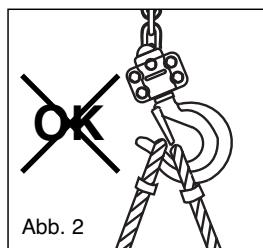

Abb. 2
korrekt am Gerätehaken (Pos. 5, Abb. 1) angeschlagen und die Sicherungsklappe des Gerätehakens (Pos. 6, Abb. 1) geschlossen ist (siehe Abb. 2 und 3).
1. Das Anschlagmittel für die Last muß im Hakengrund liegen und darf das Schließen der Sicherheitsklappe nicht behindern (siehe Abb. 2 und 3).